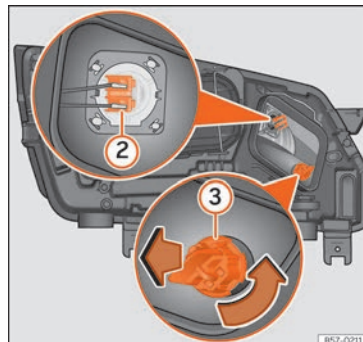

Abb. 56 Im Motorraum: Glühlampe Fernlicht ② und Glühlampe Blinker ③.
- Drücken Sie den Stecker »» **Abb. 56** ② seitlich nach links oder rechts und ziehen Sie.
- Drehen Sie den Lampenträger »» **Abb. 56** ③ nach links und ziehen Sie.